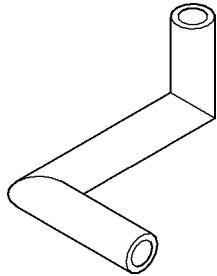

图 13-41 创建扫掠实体示例
以图 13-41 为例，创建三维扫描实体。
- 5) 首先选择扫掠对象为圆，然后选择多段线为扫掠路径，结果如图 13-41 所示。